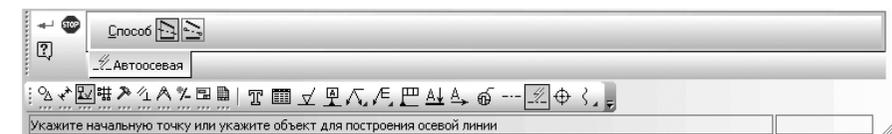

Рис. 8.151. Панель свойств: Автоосевая с открытой вкладкой Автоосевая, Компактная панель и строка сообщений в режиме построения автоосевой
- щелкните на панели инструментов по кнопке – **Автоосевая**. Появится **Панель свойств: Автоосевая** с открытой вкладкой **Автоосевая** (рис. 8.151).
- щелкните на панели инструментов по кнопке  – **Автоосевая**. Появится **Панель свойств: Автоосевая** с открытой вкладкой **Автоосевая** (см. рис. 8.151). В строке сообщений появится подсказка: **Укажите начальную точку или укажите объект для построения осевой линии;**
- щелкните на панели инструментов по кнопке  – **Автоосевая**. Появится **Панель свойств: Автоосевая** с открытой вкладкой **Автоосевая** (см. рис. 8.151). В строке сообщений появится подсказка: **Укажите начальную точку или укажите объект для построения осевой линии**;
- щелкните на панели инструментов по кнопке – **Автоосевая**. Появится **Панель свойств: Автоосевая** с открытой вкладкой **Автоосевая** (см. рис. 8.151); В строке сообщений появится подсказка: **Укажите начальную точку или укажите объект для построения осевой линии**;
- щелкните на панели инструментов по кнопке – **Автоосевая**. Появится **Панель свойств: Автоосевая** с открытой вкладкой **Автоосевая** (см. рис. 8.151). В строке сообщений появится подсказка: **Укажите начальную точку или укажите объект для построения осевой линии**;